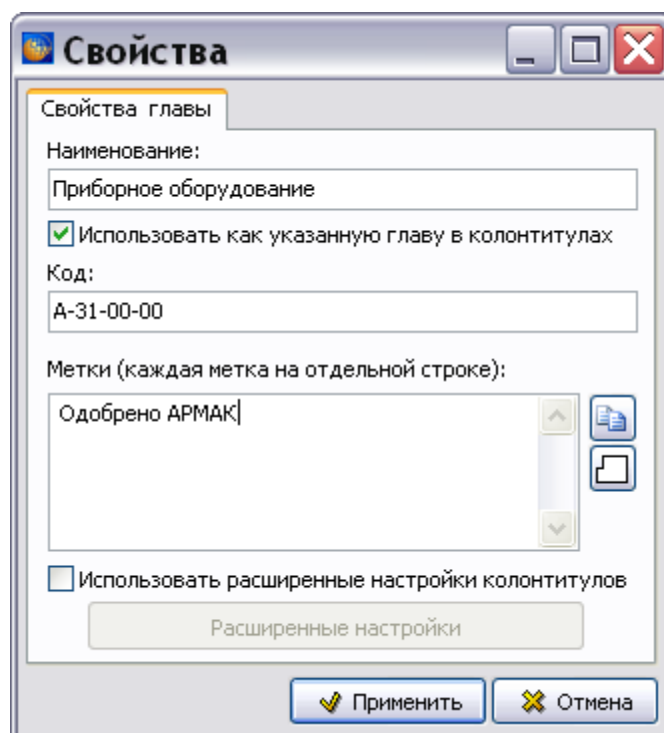
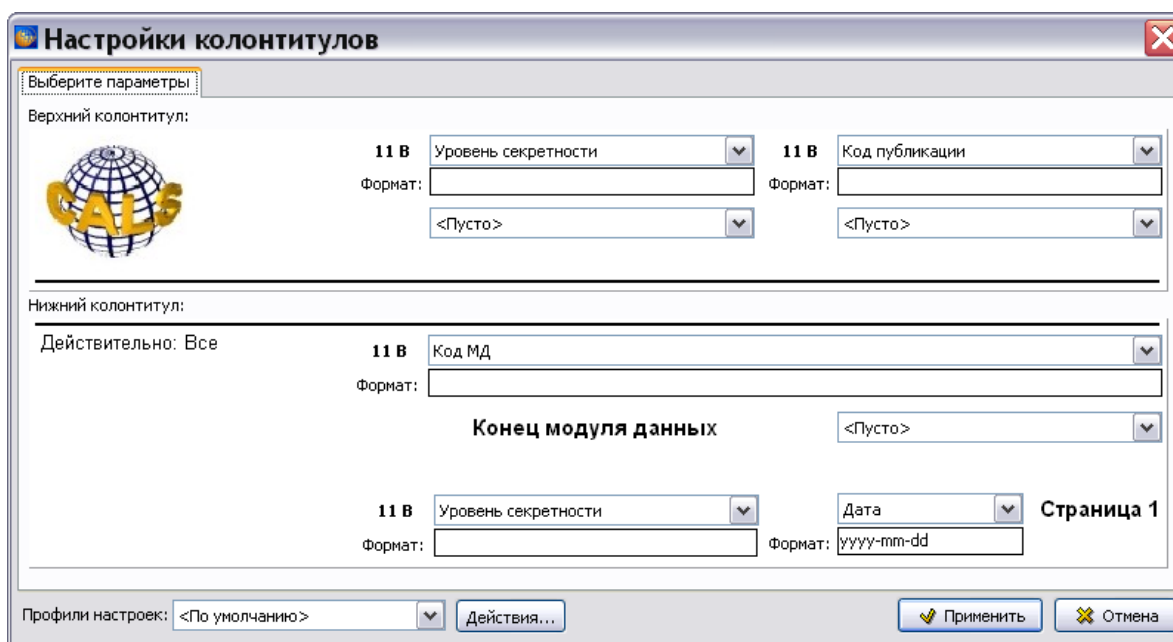

Рис. 18.29
Рис. 18.32
2. В поле **Метки** можно ввести дополнительную информацию, которая будет видна при печати при выборе соответствующих настроек колонтитулов (смотрите подраздел «Особенности задания расширенных настроек колонтитулов для глав публикаций» текущего раздела). Каждая строка является отдельной меткой. Возможен ввод нескольких меток. Пример метки – «Одобрено АРМАК» (Рис. 18.29).
3. После установки флага **Использовать расширенные настройки** становится доступна кнопка **Расширенные настройки**, нажатие на которую приводит к открытию окна **Настройки колонтитулов** (Рис. 18.32). Особенности работы с колонтитулами для глав публикаций описаны в подразделе «Особенности задания расширенных настроек колонтитулов для глав публикаций» текущего раздела.
1. В правом окне редактора публикаций выделите версию публикации «Приборное оборудование (Конфигурация А)» (Рис. 18.32).
Вернемся к окну **Свойства** для главы публикации (Рис. 18.29). Как уже было отмечено, после установки флага **Использовать расширенные настройки колонтитулов** и нажатия на кнопку **Расширенные настройки** открывается диалоговое окно **Настройки колонтитулов** (Рис. 18.32).